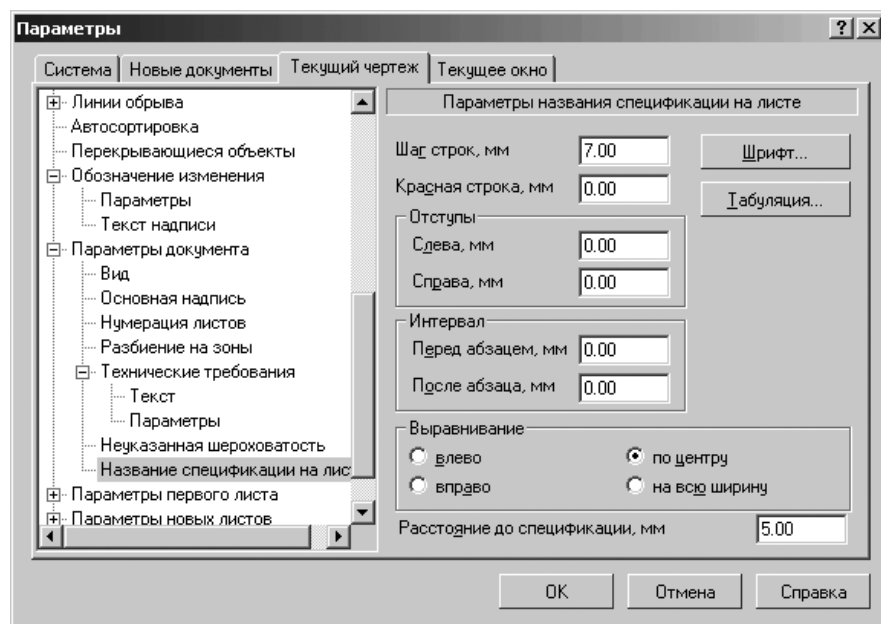

Рис. 10.86. Диалоговое окно **Параметры** с открытой вкладкой **Новые документы (Текущий чертеж)** и панелью **Параметры названия спецификации на листе**
- щелкните в списке настраиваемых элементов **Параметры документов** по пункту **Название спецификации на листе**. В правой части появится панель **Параметры названия спецификации на листе**, показанная на рис. 10.86;